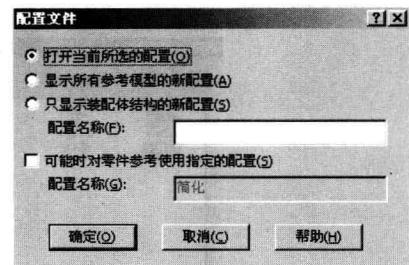
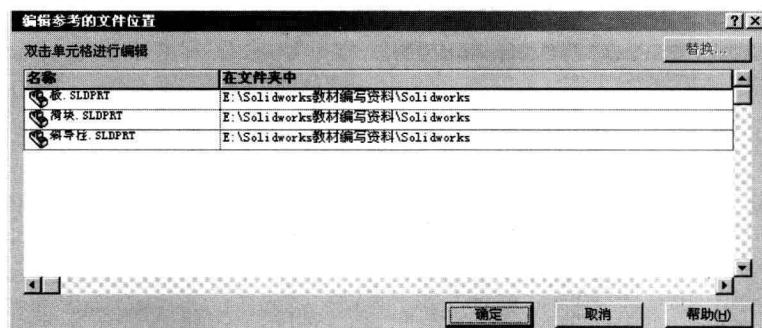

图 1-11 “配置文件”对话框
图 1-12 “编辑参考的文件位置”对话框
- ③ 在“打开”对话框中,可以浏览并选择该类型文件的文档。
- ④ 在“打开”对话框中,还可以选择的选项如下。
- 单击位于**打开①**按钮旁边的向下箭头,可以选择“以只读打开”或“添加到收藏”选项。
- 高级。在“打开”对话框中的“配置”内选择“高级”,打开所选零件时,系统将打开“配置文件”对话框(仅限装配体),如图 1-11 所示。
- 轻化。勾选“打开”对话框中的**轻化②**复选框,可以打开带“轻化”零件的装配体文档。
- 参考。单击“打开”对话框中的**参考③**按钮,在系统弹出的“编辑参考的文件位置”对话框中显示被当前所选装配体或工程图所参考的文件清单,如图 1-12 所示,可以编辑所列文件的位置。